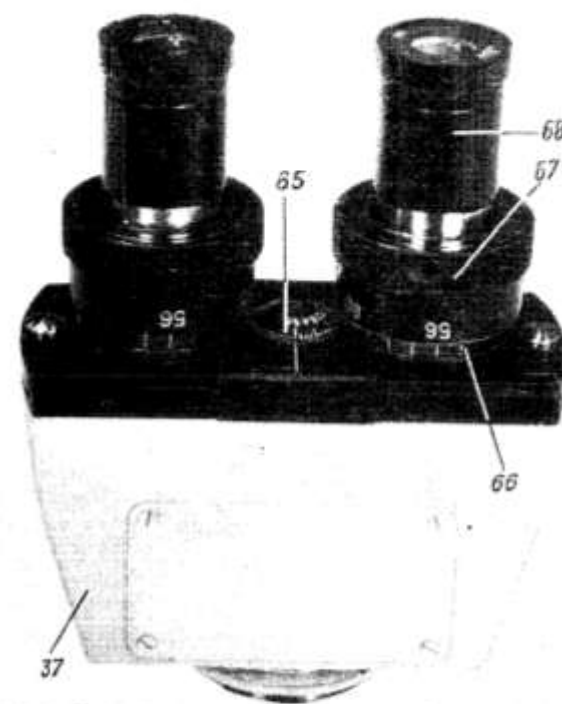

Рис. 7. Бинокулярная насадка
7.4.1.14. Снимите со шкалы 65 (см. рис. 7), расположенной на корпусе насадки между окулярными трубками, значение базы глаз и установите полученное значение на шкалах 66 окулярных трубок насадки вращением колец 67 с накаткой. Индексом являются точки, нанесенные на кольцах под шкалами.
Установка расстояния между осями окулярных трубок в соответствии с базой глаз наблюдателя осуществляется параллельным перемещением трубок в пределах от 56 до 72 мм с отчетом по шкале 65 (см. рис. 7), расположенной на корпусе насадки. Для компенсации возникающего при перемещении окулярных трубок изменения длины тубуса микроскопа отчет, снятый со шкалы, устанавливается на шкалах 66, расположенных на окулярных трубках, путем вращения колец 67 с накаткой, отмечая установленную